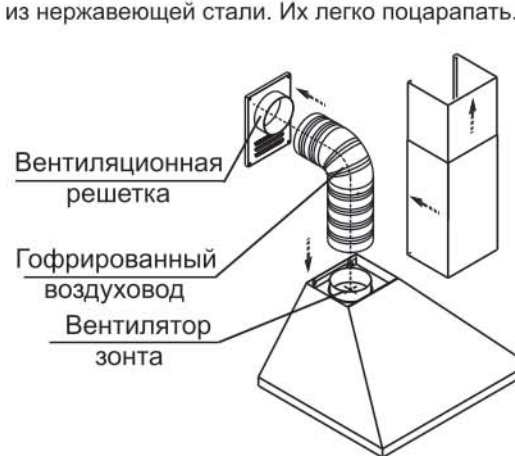
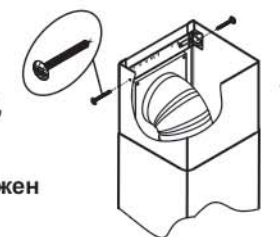

РИС.8
РИС. 10
6.3. В зависимости от режима эксплуатации зонта соедините вентилятор с вентиляционной решеткой полужестким гофрированным воздуховодом (рис. 8) или установите на вентилятор **угольные фильтры*** (рис. 9).
6.4. Установите фальштрубы (рис. 8, 9). Выдвиньте верхнюю фальштрубу, оденьте ее на кронштейн (рис. 10) и закрепите самонарезающими винтами.
- будьте осторожны при установке фальштруб (рис. 8), не повредите поверхности из нержавеющей стали. Их легко поцарапать.